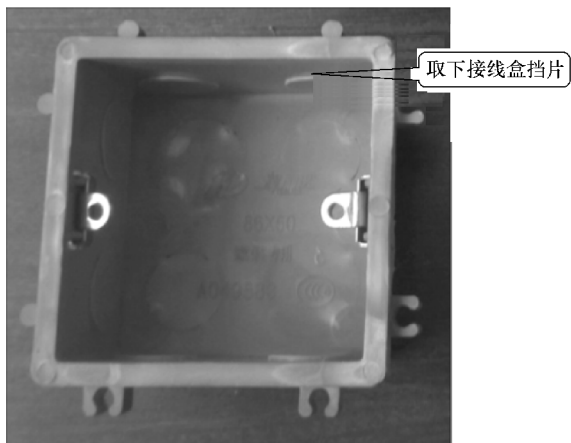

图 6-10 接线盒挡片
(1) 根据布线时预留的照明支路导线端子的位置,将接线盒的挡片取下,如图6-10所示。
(2) 将接线盒嵌入到墙的开槽中,嵌入时要注意接线盒不允许出现歪斜,嵌入时,要将接线盒的外部边缘处与墙面保持齐平。
(3) 按要求将接线盒嵌入墙内后,再使用水泥沙浆填充接线盒与墙之间的多余空隙。
(4) 选择一字螺钉旋具,按下开关护板的卡扣,将开关底板上两侧的护板取下,检查单控开关是否处于关闭状态,如果单控开关处于开启状态,则要将单控开关拨动至关闭状态。
(5) 此时,单控开关的准备工作便已经完成。然后再将接线盒中的电源供电及荧光灯